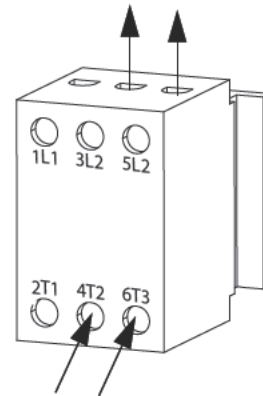

图 9：断连开关接线端子
- 将接地线连接到接线盒 (K) 内的接地桩。
- 参见图 9 并将电源线连接到断连开关接线端子 4T2 和 6T3。